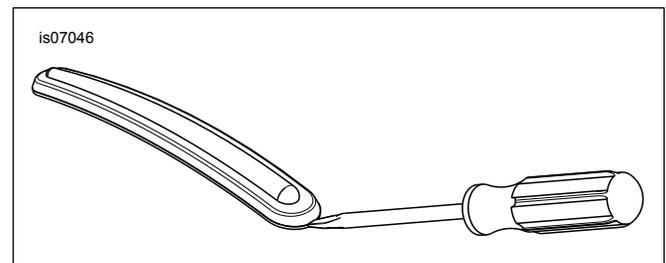

Figure 1. Retirer les bandes de garniture de garde-boue
- b. Voir Figure 1. Introduire la pointe du tournevis entre l'encadrement chromé et la bande de garniture en caoutchouc.